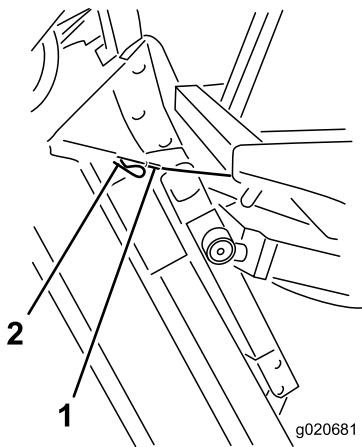

Bild 86
6. Halten Sie das Mähwerk dann in der aufrechten Stellung, bringen das Kabelende über dem Stift am Mähwerkhubarm an und befestigen es mit einem Splint (**Bild 86**).